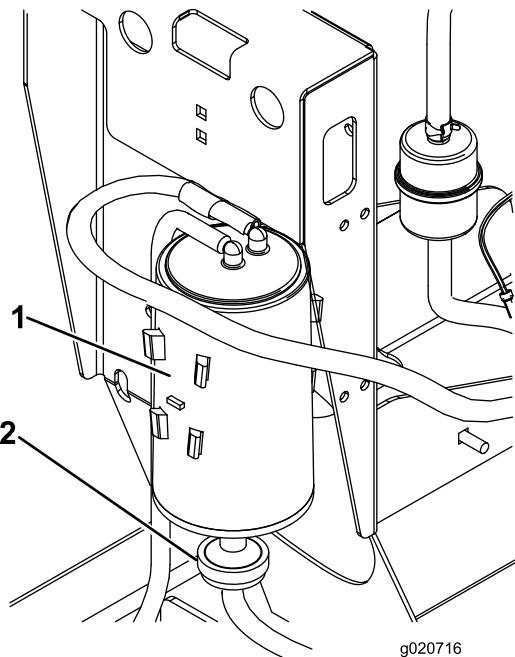

Bild 21
- Schließen Sie den Schlauch vom Aktivkohlefilter ab (Bild 21).
- Entfernen und werfen Sie den Aktivkohlefilter weg (Bild 21).